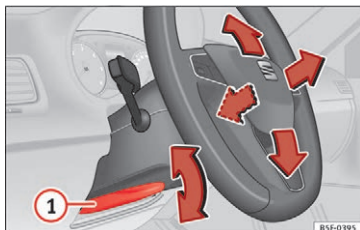

Fig. 19 Betjeningsarm nederst på ratstammen i venstre side
• Indstilling af rat: Træk armen » **Fig. 19 1** nedad, indstil rattet i den ønskede position, og skub armen opad igen, indtil den når sin låseposition.